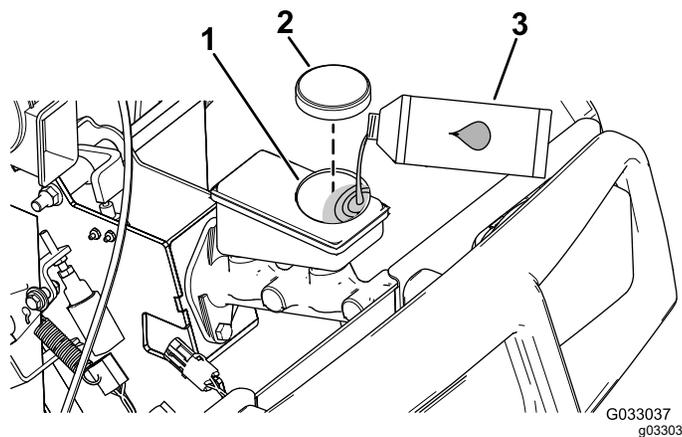

Рисунок 52
4. Поднимите капот, чтобы получить доступ к главному тормозному цилиндру и бачку (Рисунок 52).
- A. Очистите область вокруг крышки бачка и снимите крышку (Рисунок 52).
- C. Установите на место крышку бака (Рисунок 52).